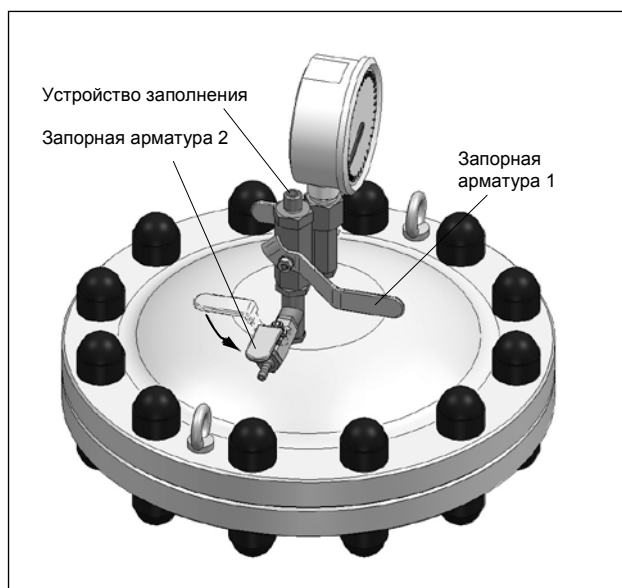

Рис. 21
- При исполнении из высококачественной стали необходимо открыть запорную арматуру 1 (см. рис. 21) перед наполнением газом и при уже подключенном газоснабжении. После создания предварительного напряжения на демпфер пульсации следует сразу же снова закрыть запорную арматуру. Запорную арматуру 2 можно использовать при выпуске газа только очень осторожно. Во время процесса заполнения и эксплуатации она всегда должна быть закрыта.